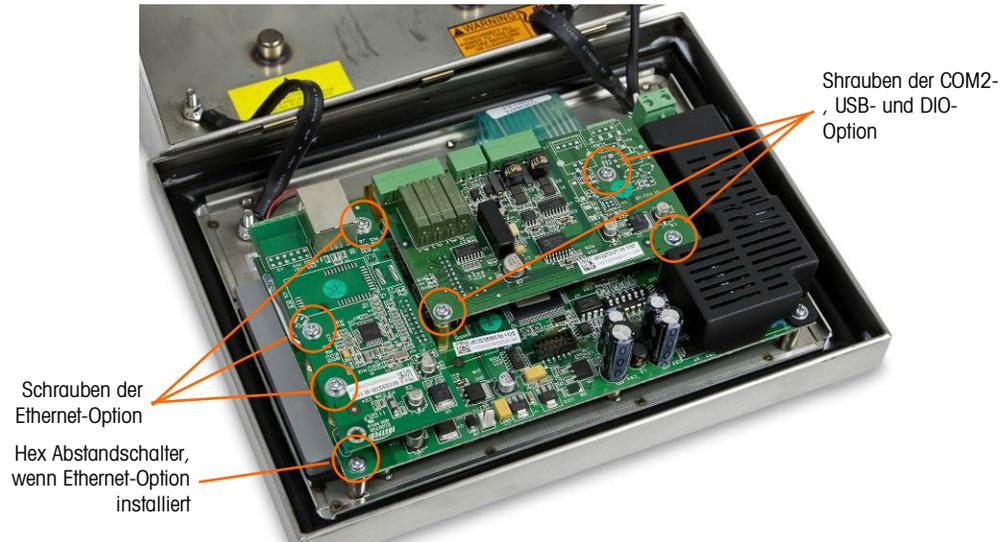

Abbildung 5-12: Ausbauen der Optionsplatine, Analog Version
2. Drehen Sie die Schrauben, mit denen die Optionsplatinen am Montageort befestigt sind, mit einem Kreuzschlitzschraubendreher heraus. Jede Platine wird mit drei Schrauben gesichert. Siehe Abbildung 5-12.
1. Positionieren Sie die Optionsplatine über dem entsprechenden Steckanschluss auf der Hauptplatine und den drei in Abbildung 5-12 dargestellten Montagelöchern.